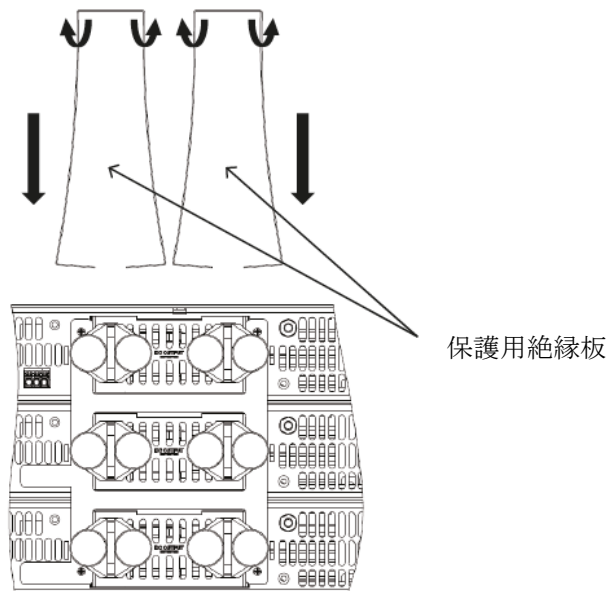

図4-46 保護用絶縁板の取付方法
4. 出力端子カバーを取り付ける前に+Vと-Vを絶縁するための保護用絶縁板を取り付けてください。保護用絶縁板はフレキシブルな形状をしており、底面側が開放されています。図4-46に示すようにこの開放箇所を開いてバスバーを覆うように取り付けてください。
(図4-46はGSP15kWの場合ですが、GSP10kWも同様です。)